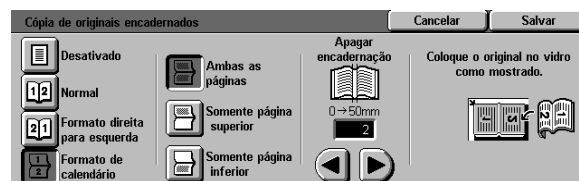

Figura 13: tela Cópia de livro com Formato de calendário selecionado
- 2 Toque no ícone **Formato de calendário**, como na Figura 13.